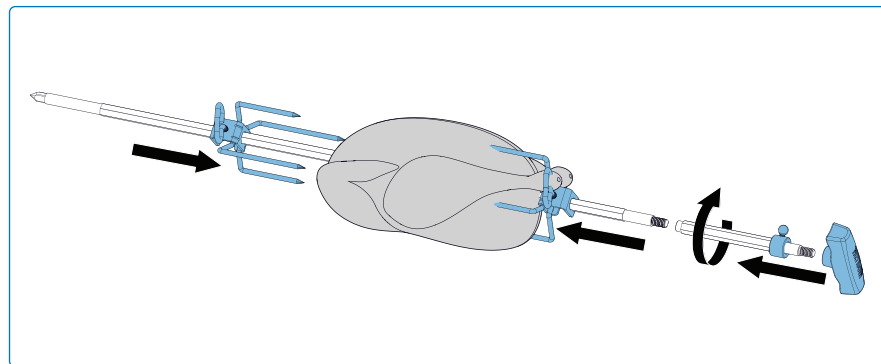

Рис. 4
3. Присоедините удлинитель шампура вертела. Установите первую вилку вертела чуть дальше середины шампура и закрепите ее. Насадите мясо на вертел и насадите его на вилку. Установите вторую вилку вертела на противоположный конец шампура и вдавите вилку в мясо до надежной фиксации. Зафиксируйте вилку на месте **(Рис. 4)**.